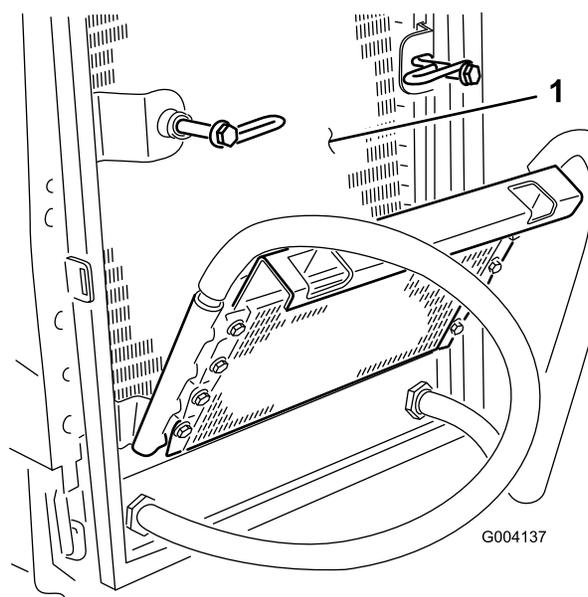

Figure 50
8. Après avoir nettoyé soigneusement le radiateur et les refroidisseurs d'huile, enlevez les débris éventuellement accumulés sur d'autres parties de la machine (Figure 50) à l'air comprimé.